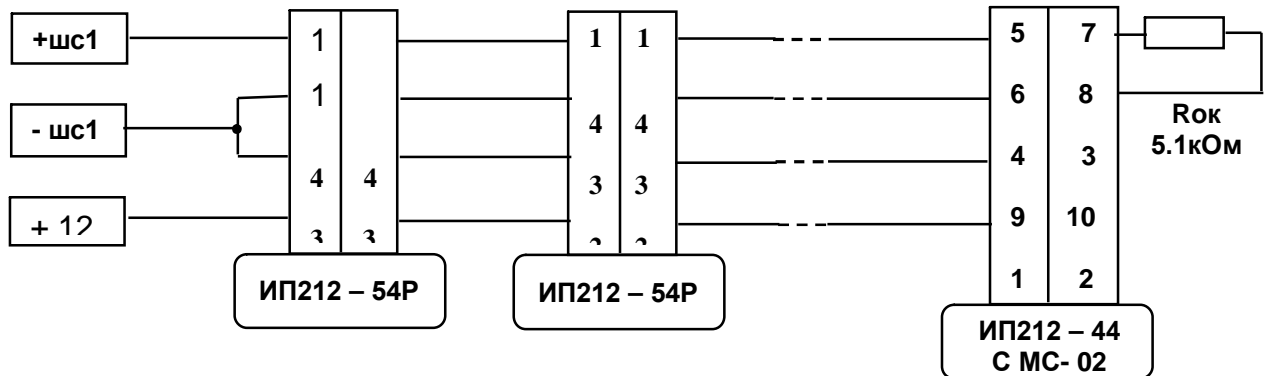

Рис.2 Пример шлейфа пожарной сигнализации в режиме двухуровневого извещения “Пожар”
- срабатывания двух дымовых извещателей, включённого по схеме рис.2.